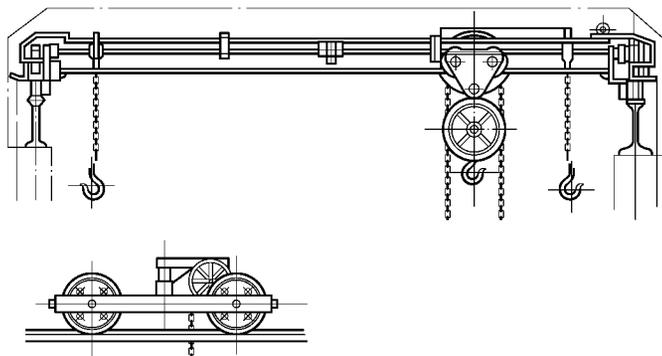

图1-25 梁式吊车
(4) 梁式吊车 又名桥式行车,如图1-25所示,在大中型汽车修理厂广泛采用。该吊车的桁架可以沿支承在墙柱托座上的钢轨作纵向移动,也可以沿本身桁架的钢轨利用小车作横向移动。其行车和起重的升降都是用电力驱动及电钮操纵。因此,操纵轻便,吊运物件可以在较广的作业面上活动。但此吊车只能在厂房的一个跨度内活动。如厂房为多跨建筑,必要时应在每一跨内设置一套这种吊车。如吊运物件须要转移到另一跨时,应配备其他运输设备(如旋臂吊车或运输小车)。